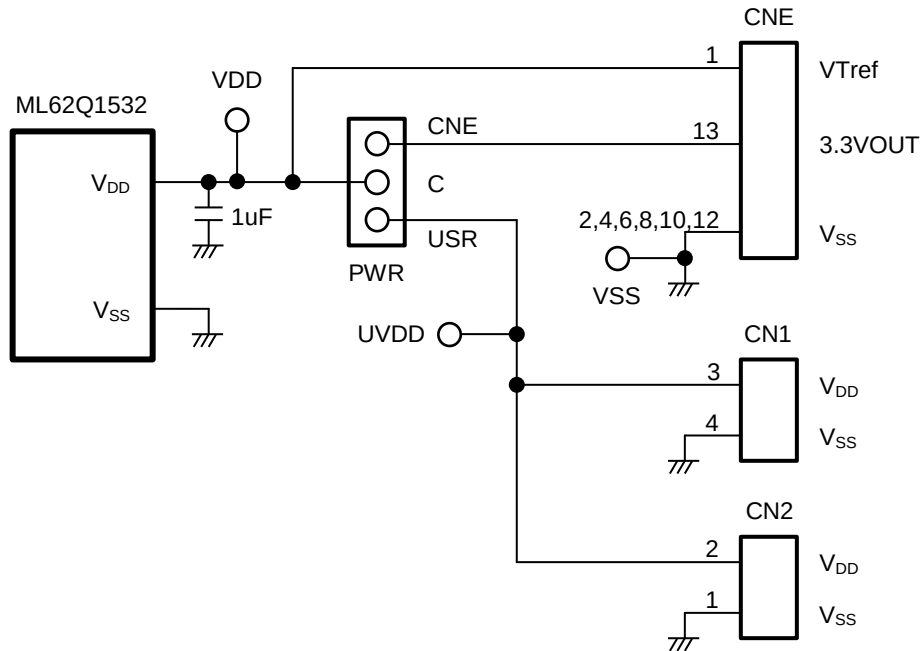

図 2 電源回路
- 1.2 ML62Q1532 Reference Board 外観図 2